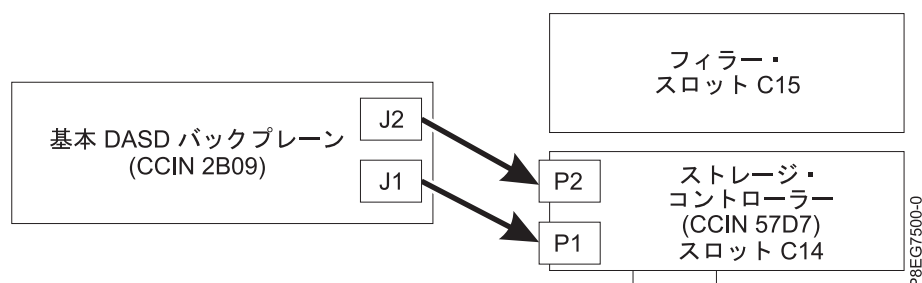

図 10. 基本ストレージ構成での SAS ケーブルの再接続
- スロット P1-C14 (基本ストレージ・フィーチャー) に 1 つの PCIe3 x8 SAS RAID 内部アダプター (CCIN 57D7) がある場合は、1 つの SAS ケーブルが、下部のディスク・ドライブ・バックプレーン・コネクタ (J1) からアダプター上の P1 コネクタに、また、別の SAS ケーブルが、上部のディスク・ドライブ・バックプレーン・コネクタ (J2) からアダプター上の P2 コネクタに接続されています。図 10を参照してください。